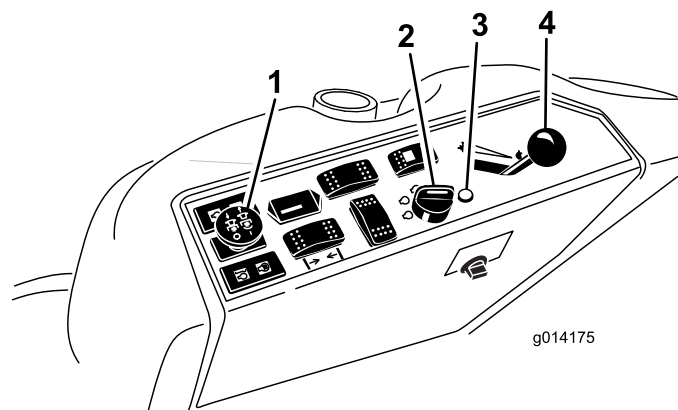

図 19
4. PTO スイッチをOFF 位置にする図 19。
5. スロットルレバーを FAST と SLOW の中間にセットする図 19。